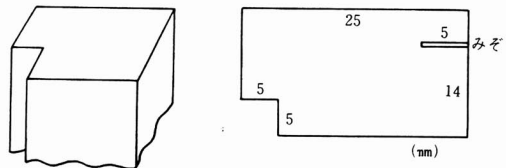

図 5
この教材の学習では、測定器を用いると、児童は同時に太陽の高さを分度器から読みとることができる。図5のグラフは、気温と地面の温度と太陽の高さの1日の変化をまとめたものである。
(2) 作り方
- ① 直径20cmのベニア円板を2等分する。
- ② 図5のようにラワン板を加工して支柱を作る。